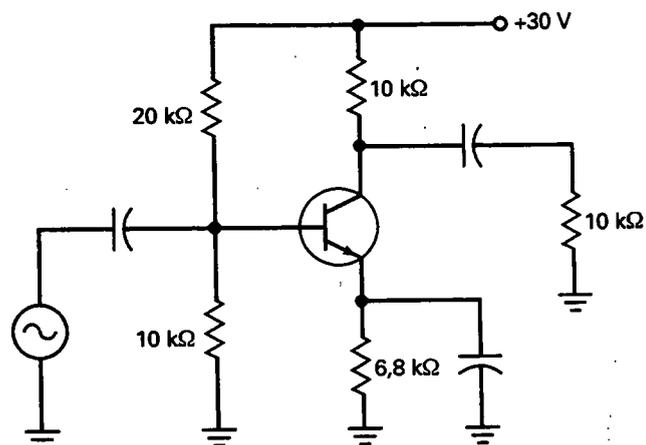

Figura 11-27
- 11-6. ¿Cuál es la resistencia de colector de continua en la Figura 11-27? ¿Cuál es la corriente de saturación para continua?
- 11-7. ¿Cuál es la resistencia de colector alterna en la Figura 11-27? Si el punto Q está aproximadamente en el medio de la recta de carga para alterna, ¿cuál es la corriente de saturación para alterna?
- 11-8. ¿Cuál es la salida máxima pico a pico en la Figura 11-27?
- 11-9. Todas las resistencias se doblan en la Figura 11-27. ¿Qué valor tiene la resistencia de colector para alterna?
- 11-10. Todas las resistencias se triplican en la Figura 11-27. ¿Cuál es la salida máxima pico a pico?
- 11-17. ¿Cuál es el consumo de corriente en la Figura 11-27?
- 11-18. ¿Cuál es la potencia de alimentación de continua del amplificador de la Figura 11-27?
- 11-19. La señal de entrada de la Figura 11-27 aumenta hasta una tensión de salida máxima pico a pico sobre la resistencia de carga. ¿Cuál es el rendimiento?
- 11-20. ¿Cuál es la disipación de potencia sin señal en la Figura 11-27?